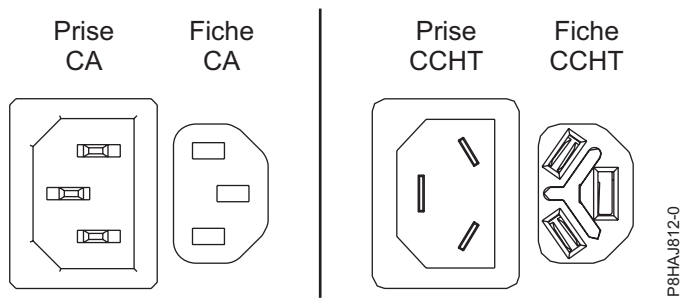
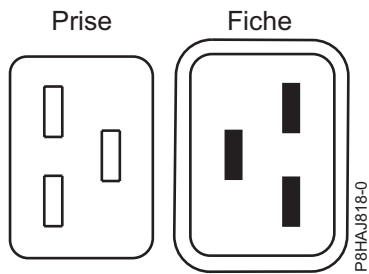
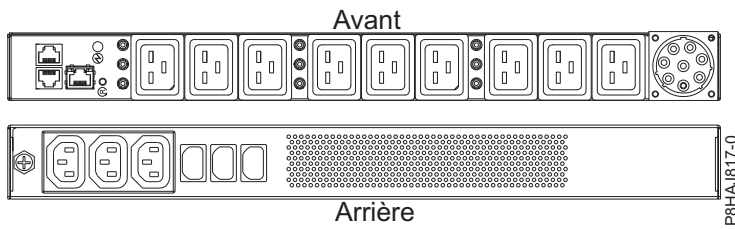

Figure 48. Connecteurs CA et CCHT
Figure 49. Connecteurs pour le système 8408-44E
Figure 50. Unité d'alimentation pour le système 8408-44E
La figure 48, à la page 65 représente les connecteurs pour courant alternatif (CA) et courant continu haute tension (CCHT) pris en charge. Les figure 49, à la page 65 et figure 50, à la page 65 illustrent les